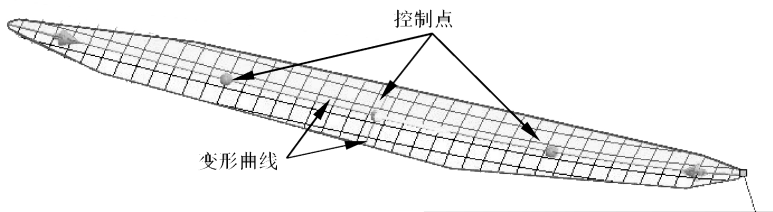

图 4-62 添加变形曲线和变形控制点
- 20 利用【自由形】工具，添加两条变形曲线和 3 个控制点，如图 4-62 所示。